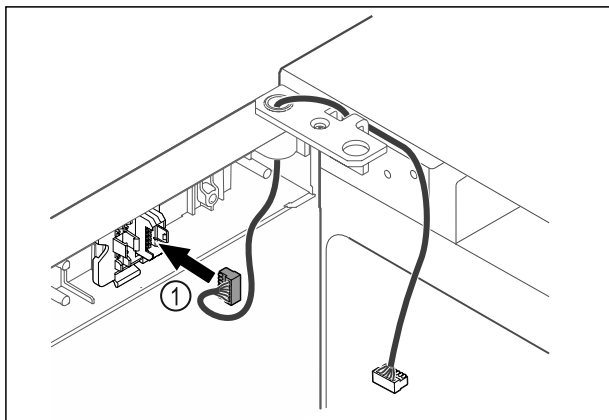

Fig. 64
- Ievietojiet spraudni Fig. 64 (1) spraudņa turētājā.